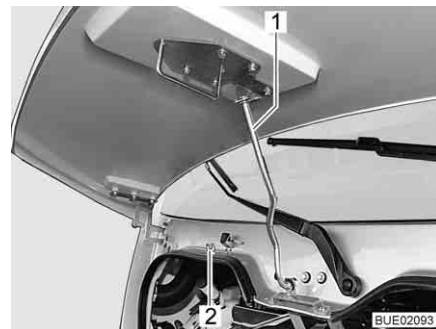

Fig. 41 Barra di sicurezza (Ixeo I)
- Prelevare la barra di sicurezza (Fig. 41,1) dal supporto (Fig. 41,2) e agganciarla nell'attacco del cofano motore.
- Sganciare la barra di sicurezza (Fig. 41,1) dall'attacco sul cofano motore e spingerla nel supporto (Fig. 41,2).